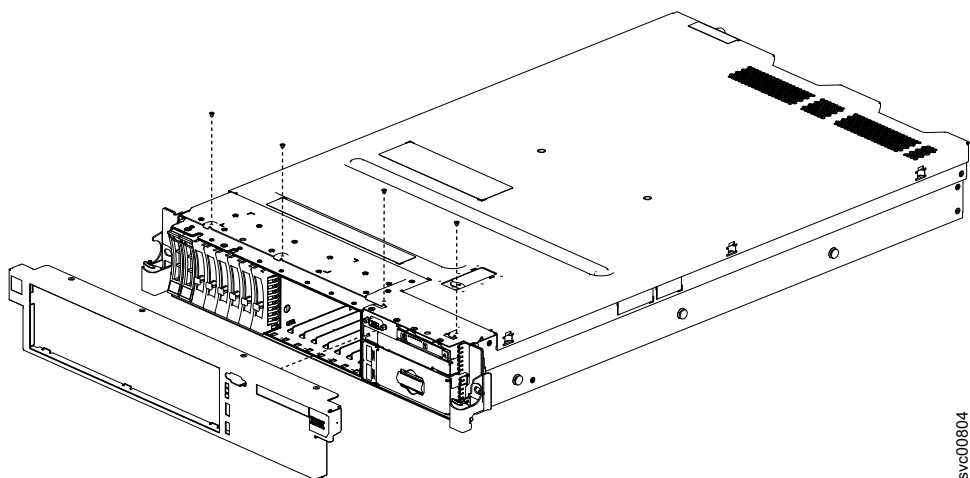

Figura 89. Removendo o 2145-DH8 painel
7. Remova os parafusos no topo do painel e levante as guias na parte inferior do painel para fora dos slots no lado de baixo do chassi, conforme mostrado em Figura 89 na página 118.